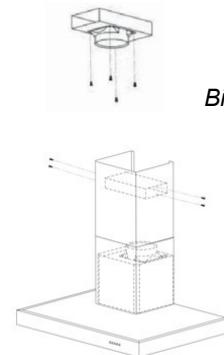

Bild. 8
- Fäst med hylsadaptern på spridarpalattan (Bild 8).
- Anslut den förlängbara hylsan (medföljer ej) till spridarpalattan (Bild 8).
- Fäst spridarpalattan (Bild 8) in i den övre kanalen via ventilationsintagen (Bild 6).